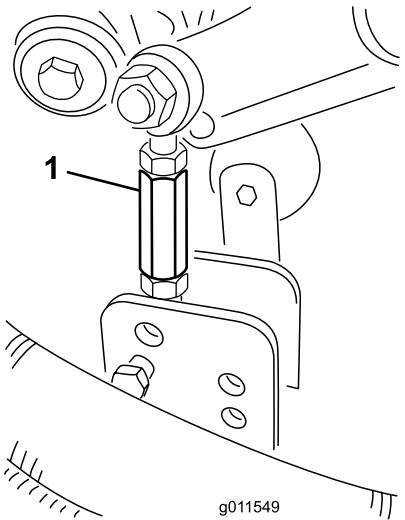

Figura 5
- Retire la chaveta y el pasador que sujetan el acoplamiento de altura de corte al soporte de altura de corte de la plataforma (Figura 5).